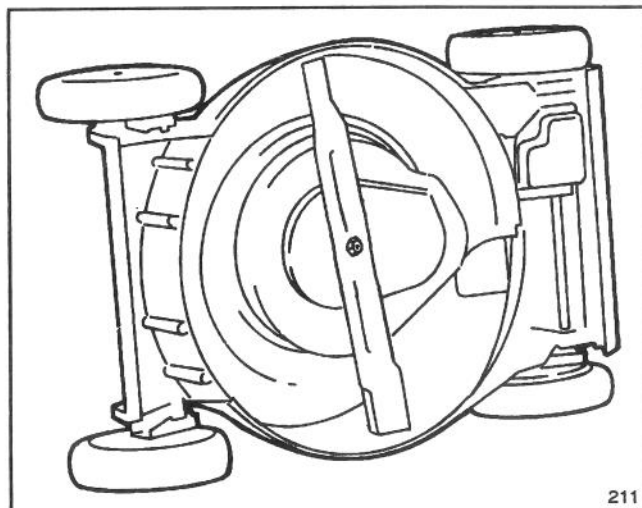

Abbildung 32
3. Kippen Sie den Mäher auf die rechte Seite (Abb. 32).